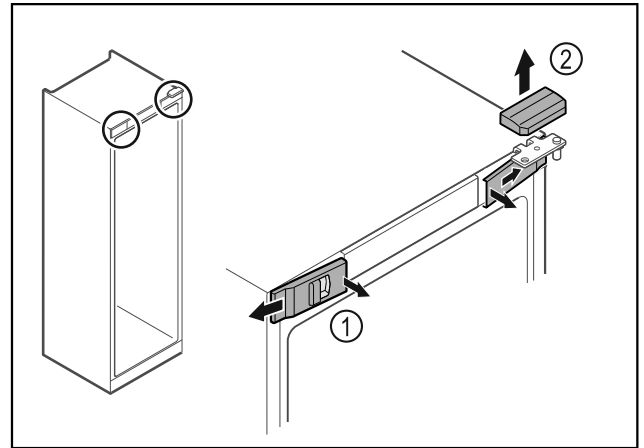

Fig. 10
- ▶ Paina etummaisat suojukset Fig. 10 (1) sisäpuolelta irti ja ota ne sivukautta pois.
- ▶ Ota ylempi suojus Fig. 10 (2) yläkautta pois.